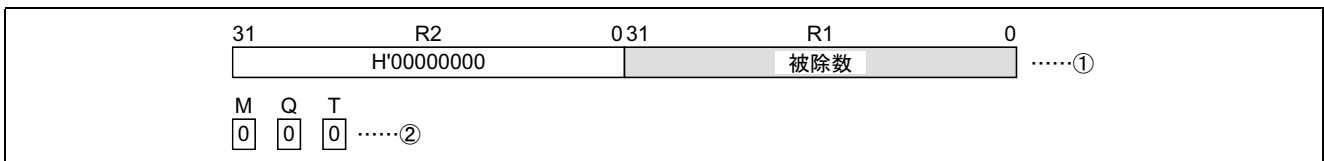

図 2 初期設定
- i. R2 を上位 32 ビットとし、被除数を 64 ビットにゼロ拡張します。 (図 2 - )
- ii. 1 ステップ除算で使用する M、Q および T ビットを符号なし除算の値に設定します。 (図 2 - )